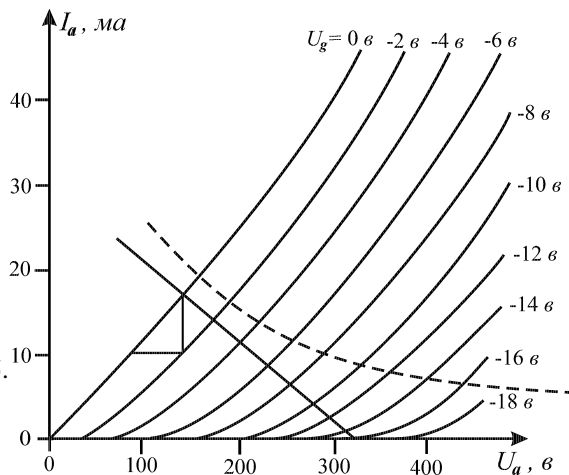

Рис. 6.
В справочниках часто приводятся не сеточные, а анодные характеристики лампы, дающих зависимость I_a от U_a при постоянном U_g (различном для разных характеристик). На рис. 6 дано семейство анодных характеристик для лампы 5С6.
Пунктирная кривая на рис. 6 соответствует уравнению
Для построения динамической характеристики необходимо найти значения I_a при каждом значении U_g , учитывая, что U_a зависит от I_a согласно уравнению (2), т.е. необходимо решить уравнение анодной характеристики совместно с уравнением (2). Для этого строят прямую, изображающую уравнение (2) - так называемую *нагрузочную характеристику* (рис. 6; $\mathcal{E}_a = 310$ в, $R_a = 10$ ком). Точки пересечения нагрузочной характеристики с анодными характеристиками для разных U_g позволяют найти значения I_a (и U_a) для соответствующих значений U_g . Эти значения используются для построения динамической характеристики $I_a = f(U_g)$.
С помощью семейства анодных характеристик и нагрузочной характеристики можно провести анализ работы усилителя и непосредственно в координатах I_a, U_a не находя динамической сеточной характеристики. Попробуйте, например, самостоятельно определить из рис. 6 величину μ_d .